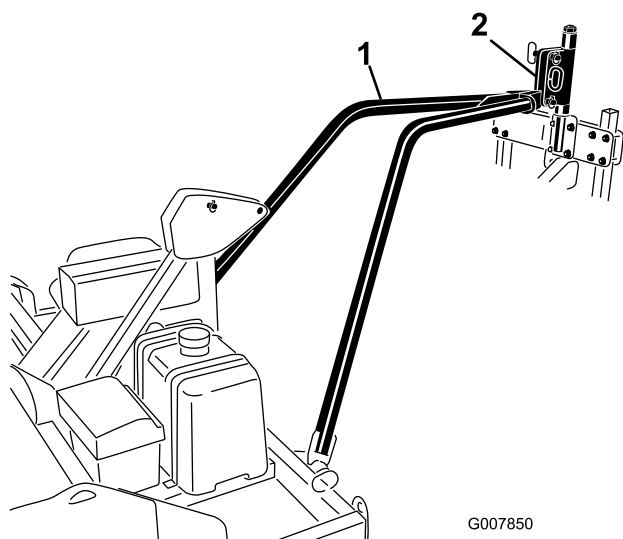

图13
4. 取下栓系索或绳索将牵引臂挂接板向下放入打孔机挂接枢轴图13。